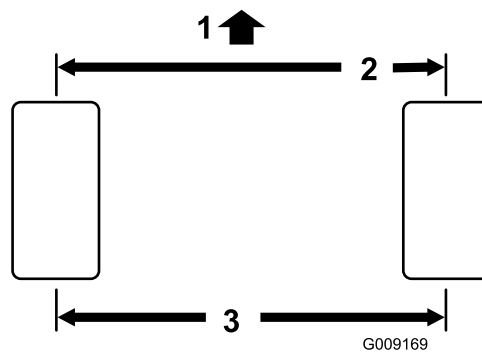

Figura 56
2. Meça a distância de centro a centro (à altura do eixo) na zona dianteira e traseira dos pneus da direcção (Figura 56).